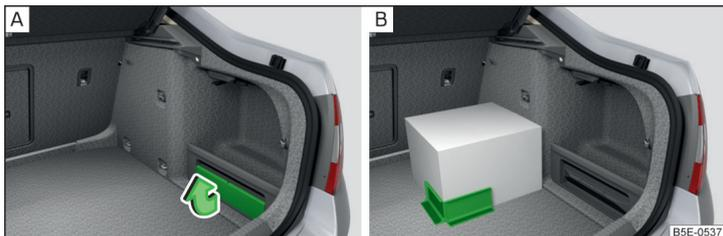

Abb. 116 Cargo-Element herausnehmen / Befestigungsbeispiel der Ladung
Vor dem Gebrauch das Cargo-Element in Pfeilrichtung herausnehmen » Abb. 116 - **A**.
- Die Ladung mittels des Cargo-Elements möglichst in der Nähe der Rücksitze befestigen » Abb. 116 - **B**.